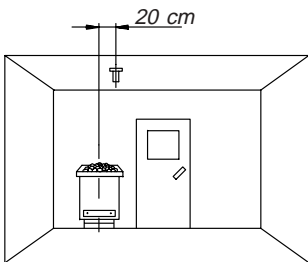

Abb. 7
Beachten Sie bitte, dass sich nachfolgende Maßangaben auf die Werte beziehen, die bei der Geräteprüfung nach EN 60335-2-53 vorgegeben wurden. Grundsätzlich muss der Ofenfühler an der Stelle montiert werden, an der die höchsten Temperaturen erwartet werden. Einen Überblick über den Montageort des Fühlers gibt Ihnen Abb. 7
1. Der Ofenfühler wird in Kabinen bis zu der Größe von 2 x 2 m gemäß Abb. 7 und 8, in größeren Kabinen gemäß Abb. 7 und 9 montiert.